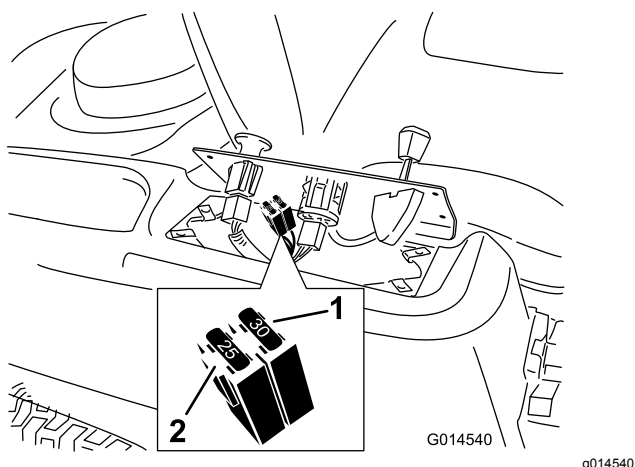

Figura 50
2. Eleve o painel de controlo para aceder à extensão principal e à caixa dos fusíveis (Figura 50).
3. Para substituir fusíveis, puxe o fusível para o retirar (Figura 50).